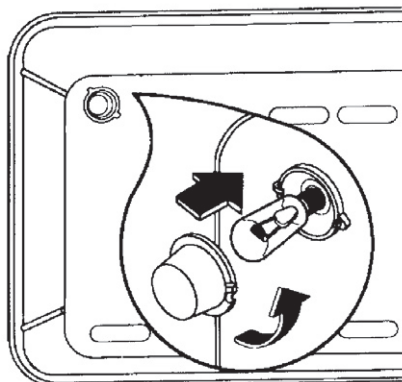

рис. 18
- Выверните лампу (см. рис. 18) и замените ее лампой, выдерживающей нагрев до 300°C со следующими характеристиками: